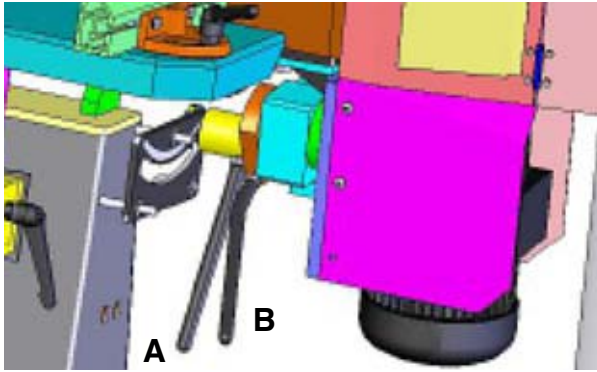

Abb. 6: Winkelverstellung des Schleifbandes
Schritt 2: Die Arretierung für die Winkelverstellung lösen, dazu den Klemmhebel A (Abb. 6) lösen.
Schritt 3: Die Schleif-Einheit mit Hebel B (Abb. 6) im gewünschten Winkel schwenken (von 90° bis 45°) und nach Erreichen des gewünschten Winkels mit Hebel A arretieren.